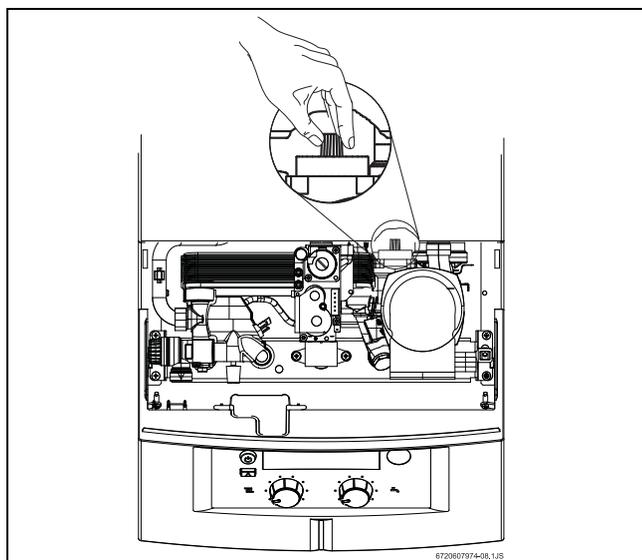

Рис. 14 Воздухоотводчик
- ▶ Выпустить воздух из прибора с помощью встроенного воздухоотводчика (см. рис. 14).